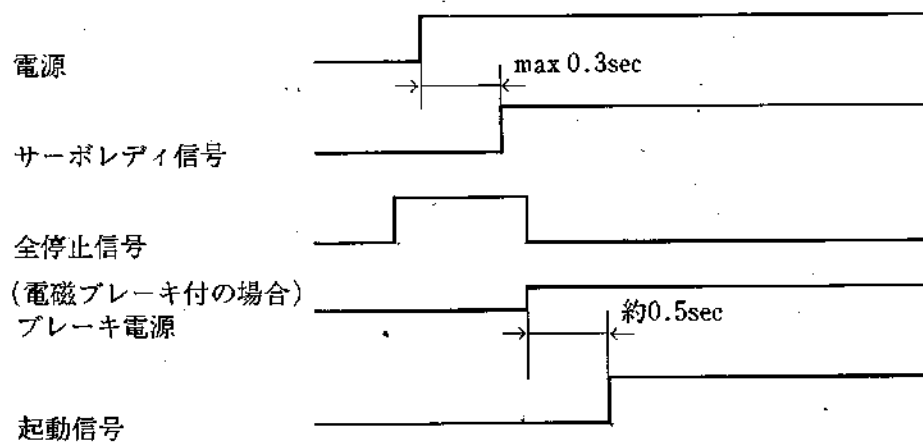
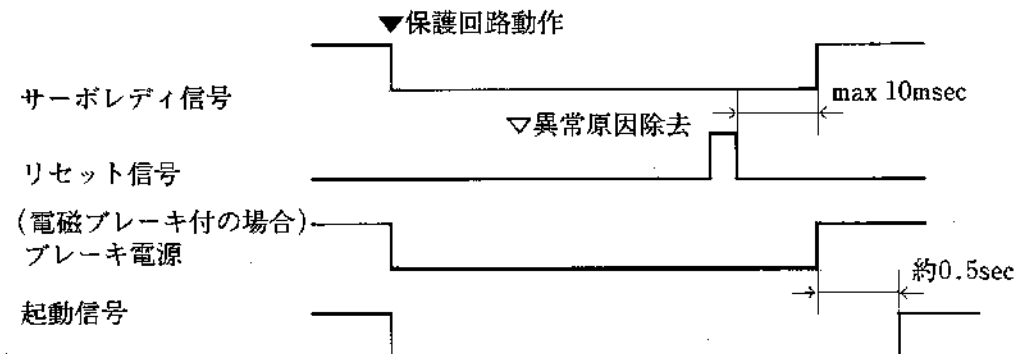

図4-7 電源投入時タイミングチャート
図4-8 異常発生時タイミングチャート
- ②図4-7、図4-8に電源投入時および異常時のタイミングチャートを示します。